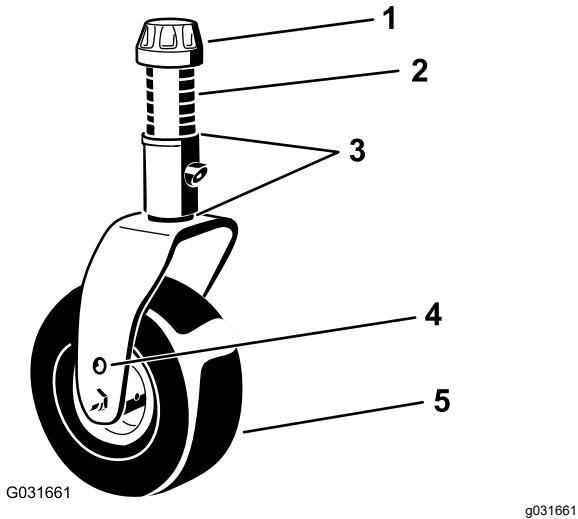
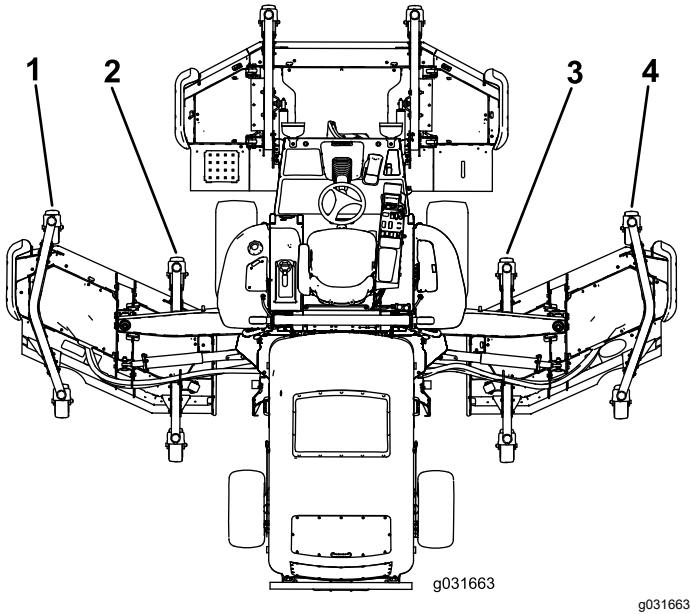

Figura 28
Figura 29
5. Si el borde interior de la unidad de corte lateral está demasiado alto respecto al borde exterior de la unidad de corte delantera, retire 1 suplemento de la parte inferior del brazo interior delantero de la rueda giratoria en la unidad de corte lateral (Figura 28 y Figura 29).
- 6. Si el borde interior sigue estando demasiado alto, retire otro suplemento de la parte inferior del brazo interior delantero de la rueda giratoria de la unidad de corte lateral y un suplemento del brazo exterior delantero de la rueda giratoria de la unidad de corte lateral (Figura 28 y Figura 29).
de la unidad de corte delantera, añada 1 suplemento (3 mm) a la parte inferior del brazo interior delantero de la rueda giratoria en la unidad de corte lateral (Figura 28 y Figura 29).